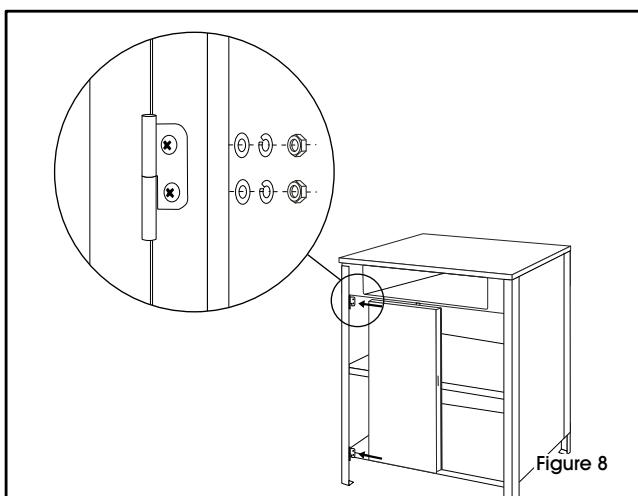

Figure 8
7. Flip door hinges inward. Attach left door to hinges using 4 medium bolts, washers, lock washers and nuts. Repeat for the right door. (See Figure 8)
Basculer la charnière vers l'intérieur. Fixez la porte gauche aux charnières en utilisant 4 boulons moyens, des rondelles, des rondelles de blocage et des écrous. Répétez cette étape pour la porte droite. (Voir la figure 8)